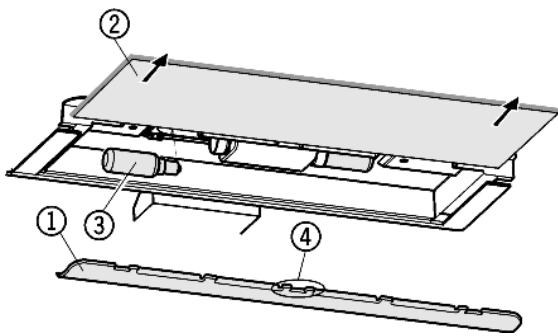

Fig. 11
- ▶ Снятие накладки Fig. 11 (1): сзади возьмитесь пальцем за накладку и снимите её с фиксатора.
- ▶ Извлеките стеклянную полку Fig. 11 (2).
- ▶ Лампу накаливания Fig. 11 (3) заменить.
- ▶ Установка накладки на место: защелкните справа и слева, следя за тем, чтобы средний крюк Fig. 11 (4) захватил стеклянную полку.
- ▶ Возьмитесь за крышку Fig. 11 (1) спереди и снимите с крючка сзади.
- ▶ Лампу накаливания Fig. 11 (2) заменить.
- ▶ Снова наденьте крышку Fig. 11 (1).